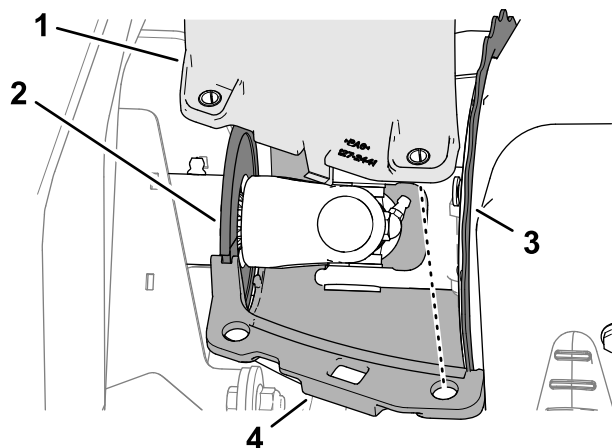

Figure 70
1. Alignez les rainures des coquilles d'air de refroidissement supérieure et inférieure de l'alternateur sur le joint brosses de l'arbre d'entraînement et la bride du couvercle de l'alternateur (Figure 70).